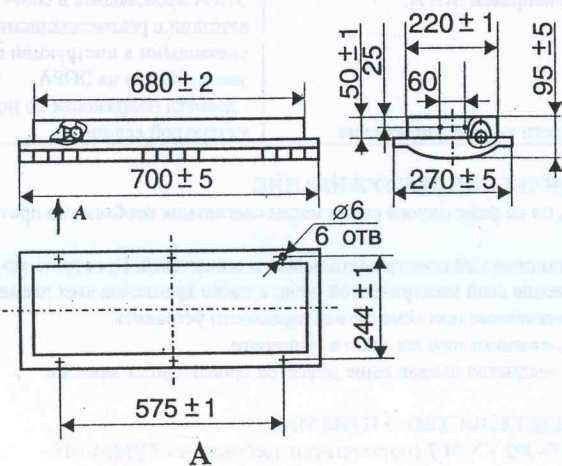

Рис.1
1.1. Светильники ЛВВ04-2х20(1х25)-002 УХЛ4.2 (рис.1) с полупроводниковым пускорегулирующим аппаратом ИП20А58-50С АЕЦИ.675851.018 ТУ предназначены для освещения пассажирских вагонов.
2.1. Габаритные, установочные и присоединительные размеры см. на рис.1.